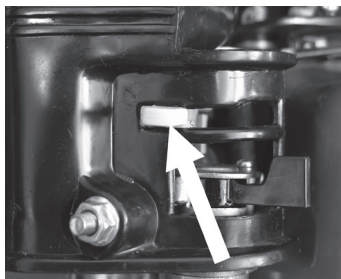

Abb. 8
3. Stellen Sie den Chokehebel nach links in die Position EIN (Abb. 8) geliefert. Zum Starten eines warmen Motors oder bei hohen Umgebungstemperaturen ist es nicht erforderlich, den Choke zu schalten.